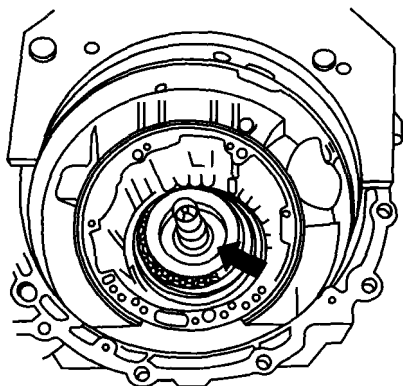

图 5-31 将调整垫片装到离合器 K_1 上
(11) 将调整垫片装到离合器 K_1 上,如图 5-31 箭头所示。当更换 K_1 、 K_2 和自动变速器油泵时应测量调整垫片,以调整离合器 K_1 和 K_2 之间的间隙。